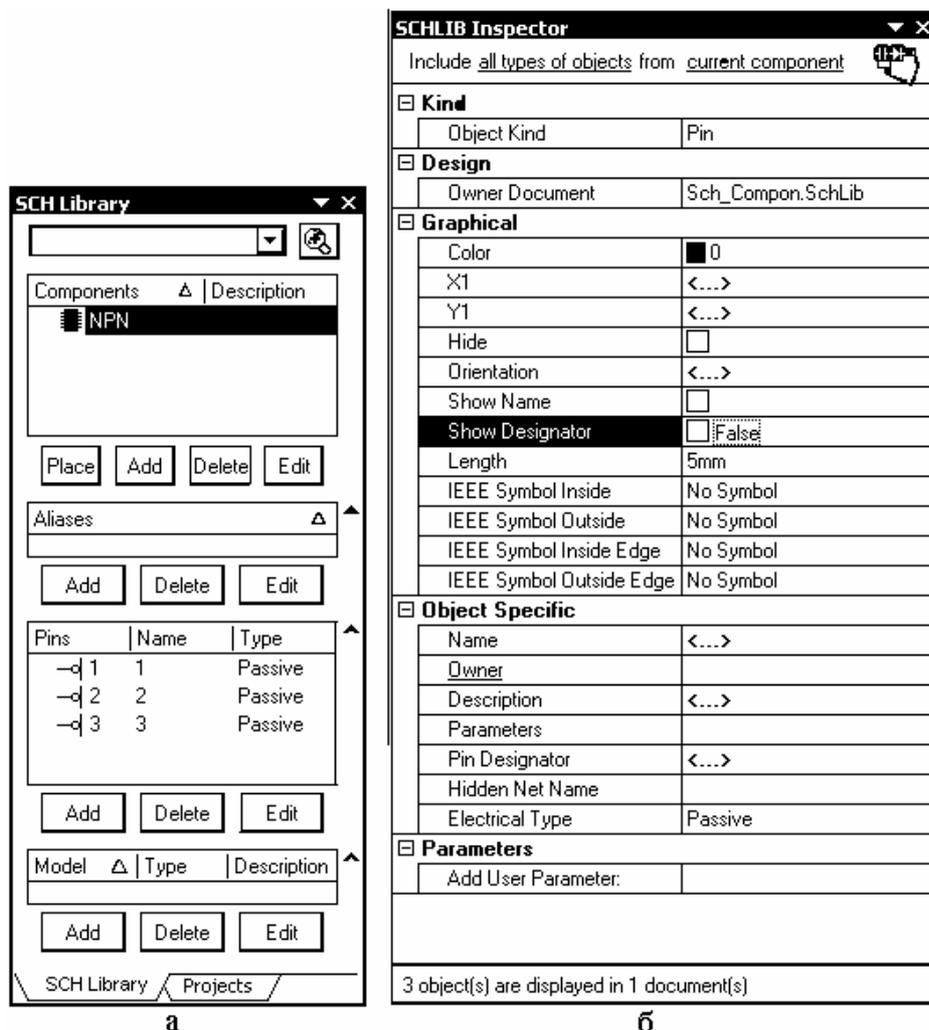

Рис. 3.6
5. Командой главного меню File>>Save сохранить построенный компонент в библиотеке. Результат формирования схемного символа отображается в полях плавающей панели SCH Library (рис. 3.6, а).
Для группового редактирования указать курсором, удерживая клавишу Shift, функционально однородные выводы в поле плавающей панели SCH Library (рис. 3.6, а) и клавишей F11 активизировать функцию “инспектора”. Открывается диалоговое окно SCHLIB Inspector (рис. 3.6, б), в котором могут быть изменены свойства группы селектированных выводов.